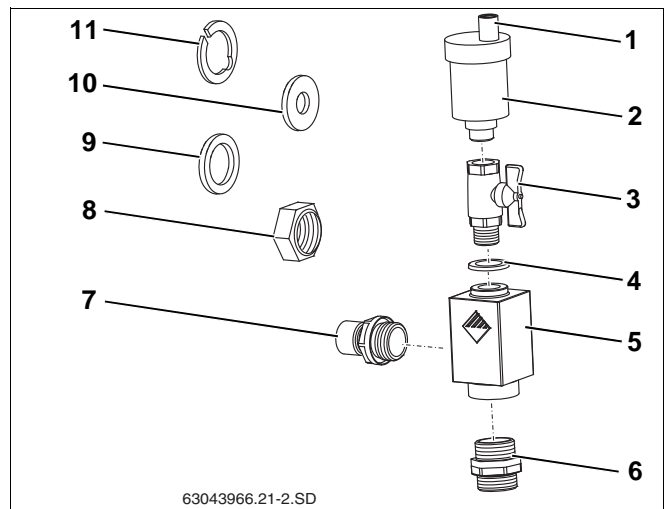

Fig. 36 Udlufter sæt universelt
Solvarmeanlægget udluftes via den åbne tapskrue. Vejrbeskyttelseskappen (fig. 36, **pos. 1**) skal altid sidde på tapskruen under drift, så der ikke kan trænge fugt ind i solvarmeanlægget gennem den åbne tapskrue.
### Leveringsomfang udlufter sæt universelt (fig. 36):